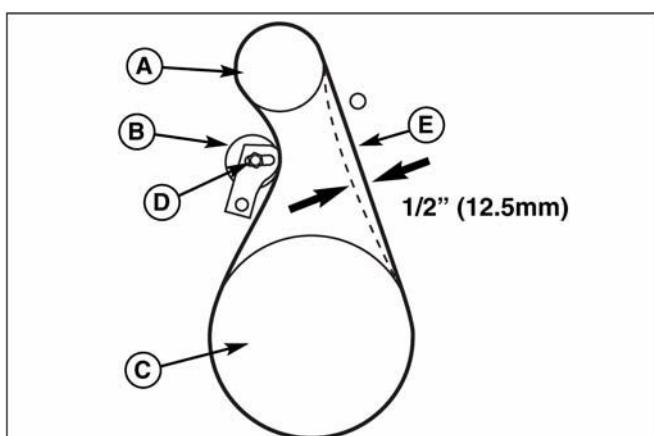

Рис. 26. Прогиб ремня привода шнека
3. Ослабьте гайку (D, рис. 26) холостого шкива (B) и прижмите шкив к ремню на 3 мм.
4. Затяните гайку (D).
5. Нажмите на рычаг привода шнека. Проверьте натяжение ремня (напротив холостого шкива). Ремень должен отклоняться на 12,5 мм от исходного положения при умеренном нажатии (рис. 26). Возможно, Вам потребуется передвинуть холостой шкив еще раз, чтобы получить правильный уровень натяжения.